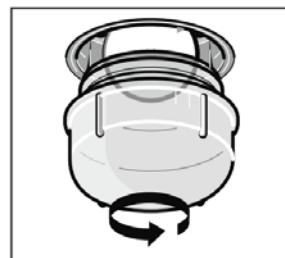

Рис.3
2. Снимите стеклянный плафон, поворачивая его против часовой стрелки (рис.3).